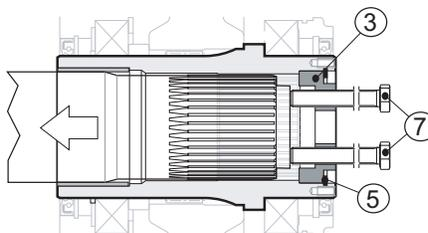

Fig. 20
Insérez dans les deux trous filetés sur le fond (pos. 3) n° 2 vis (pos. 7), vissez-les jusqu'à ce qu'ils reposent sur l'arbre de la machine (pos. 1), puis continuez à les visser alternativement, en faisant au plus un tour à la fois (voir Fig. 20 (p. 27)).